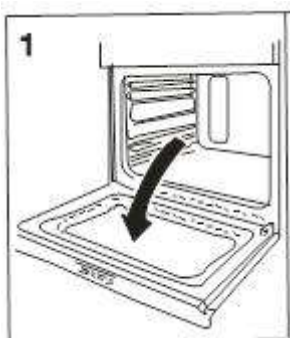

Fig. 4.2
- Open the door completely(fig. 4.2).